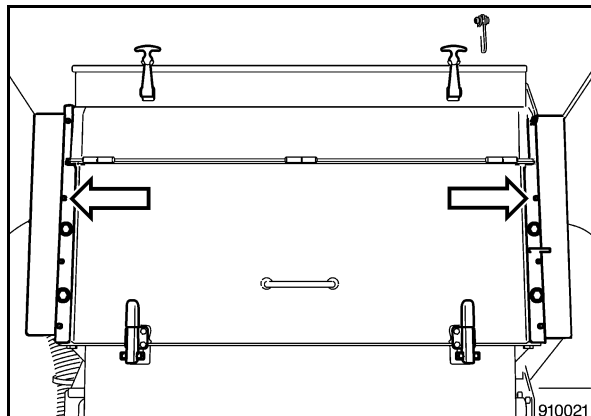

Bild 29
- Deckel (Bild 29) auf beiden Seiten abbauen.